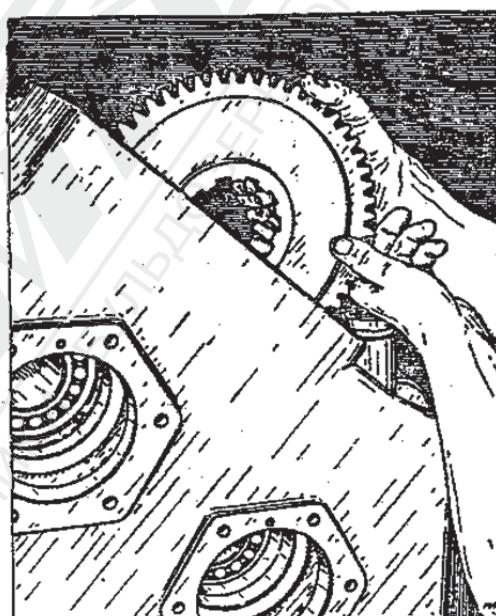

Рис. 2-55. Установка зубчатого колеса I,II,III валика
7. Вложить зубчатое колесо 26 в коробку скоростей /рис. 2-55/.